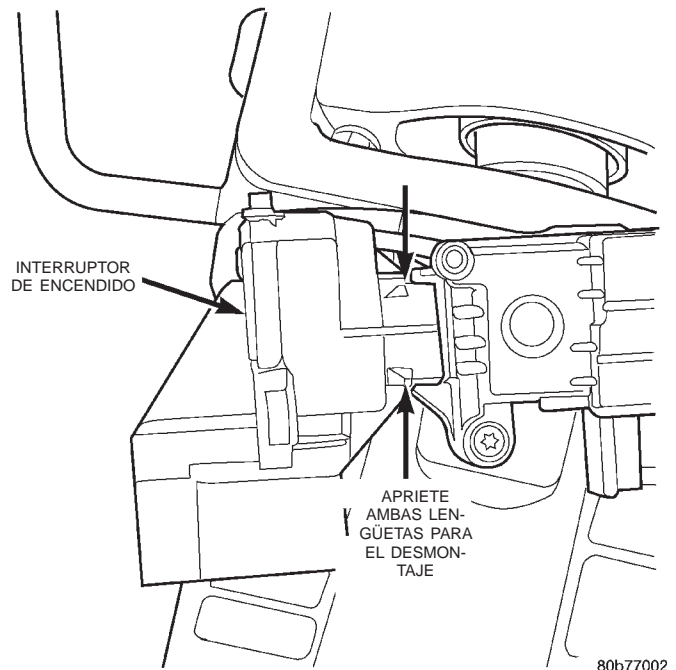

Fig. 42 Lengüetas de fijación del interruptor de encendido
(13) Utilizando unos alicates de puntas finas, apriete ambas lengüetas de fijación del interruptor (Fig. 42) y separe suavemente el interruptor de la columna. **No gire el cilindro de cerradura de la llave cuando el interruptor de encendido está siendo desmontado, o ha sido desmontado de la columna de dirección.**